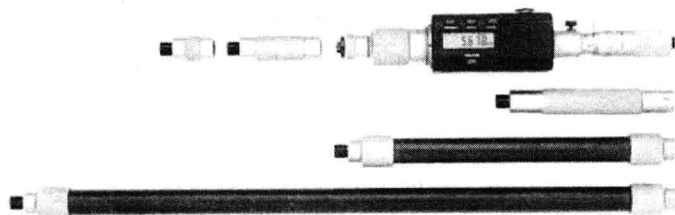

图 1-15 杆式数显内径千分尺
(2) 杆式数显内径千分尺 如图 1-15 所示，它可用于测量大孔径，测量范围为  $\phi 50 \sim \phi 63$ mm。若要测量更大的孔径，可以装上接长杆，接长杆能一根一根地串连起来，最大可测量孔径为  $\phi 4000$ mm。杆式内径千分尺无测力装置，测量压力的大小由手的感觉来掌握。